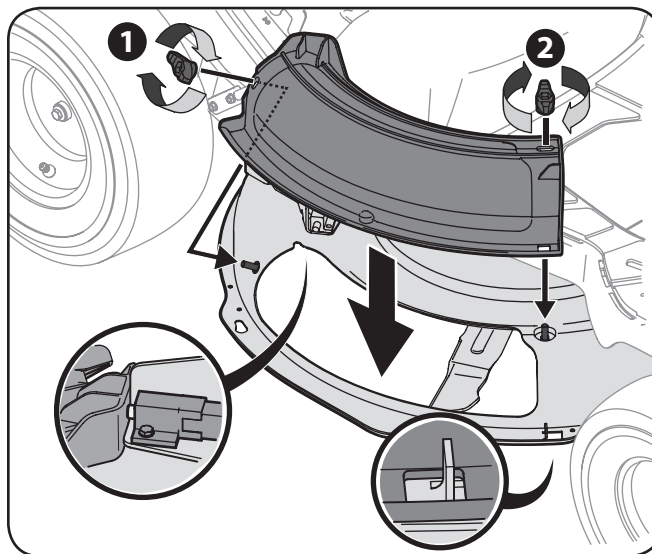

Figura 3-9
- Instale la clavija de abono en la abertura de descarga de la cubierta de la cubierta. Los pernos en la superficie de la cubierta se ajuste a través de los agujeros en la parte superior de la tolva cubierta. La pequeña pestaña en la zona del labio cubierta se ajuste a través de la abertura cuadrada en la parte inferior de la clavija de abono. Vea la Figura 3-9.